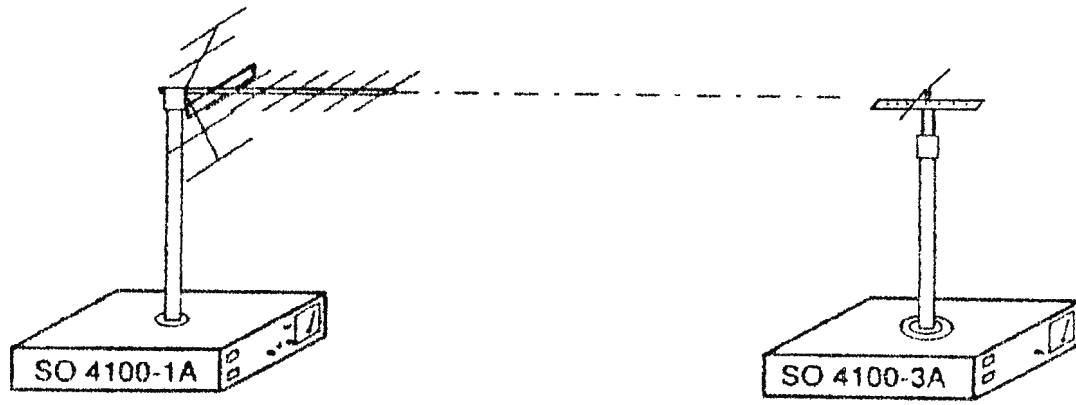

FIGURA 1.
1. Conectar la antena Yagi (SO4100-2F) al transmisor de UHF (SO4100-1.A), y conectar la antena Dipolo simple (SO4100-2.A) al receptor de UHF (SO4100-3.A), colocar los equipos como se muestra en la figura 1.